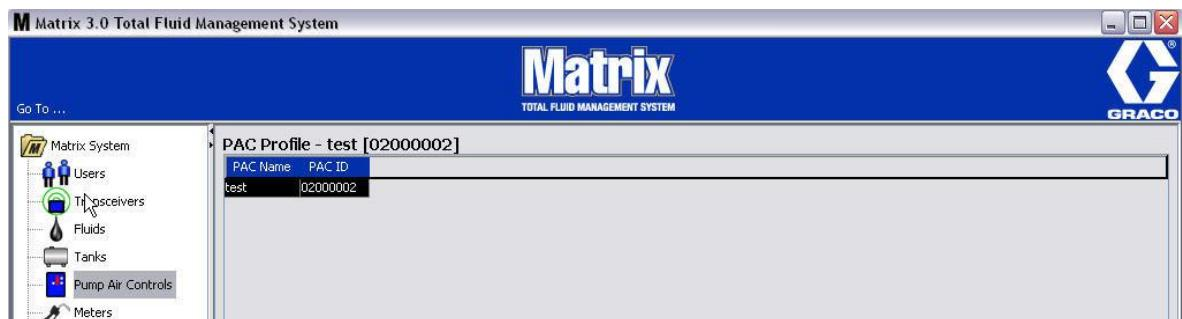

Рис. 83
6. На главном экране отобразится связанный регулятор пневматического насоса (Рис. 83).